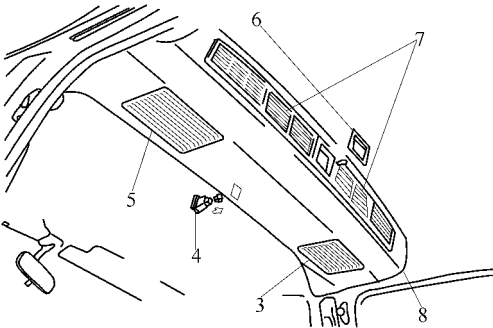

图 19-39 拆下冷气装置
(5) 拆下冷气装置。旋下螺钉，拆下后冷气装置，如图 19-39 所示。